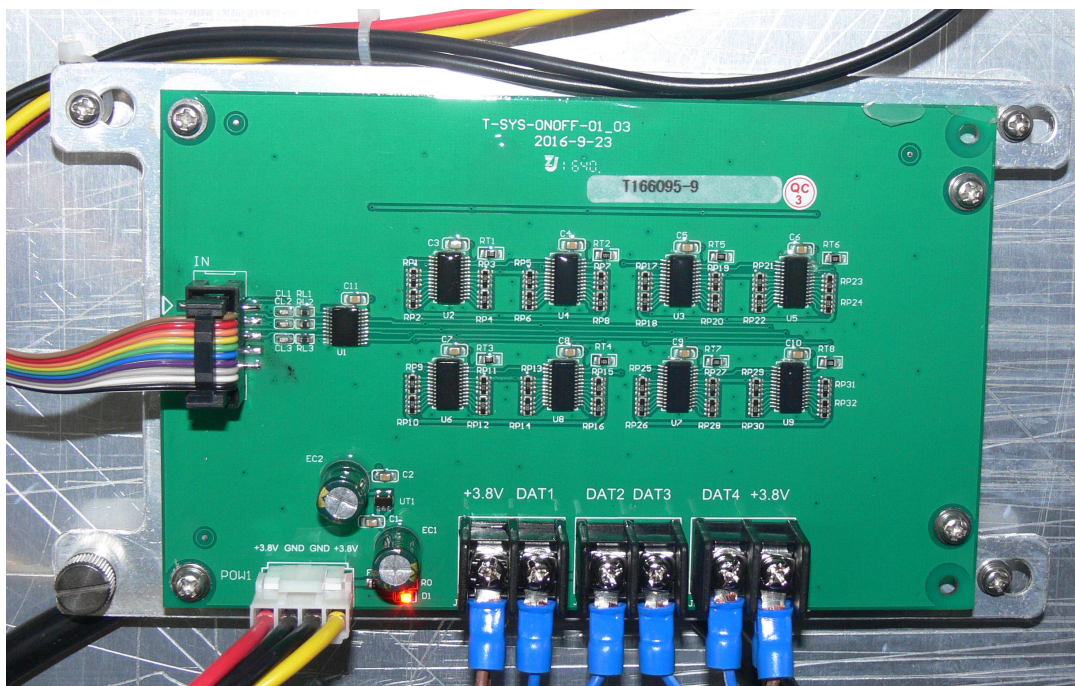

Рис.3. Узел коммутации светодиодов окружности T-SYS-ONOFF-01_03
- 1.4.2 Узел коммутации светодиодов окружности Т-SYS-ONOFF-01_03 под управлением контроллера YHT-SYS-STM32-05 обеспечивает включение/выключение и регулировку яркости свечения цепочек светодиодов, образующих окружность (см. рис.3).